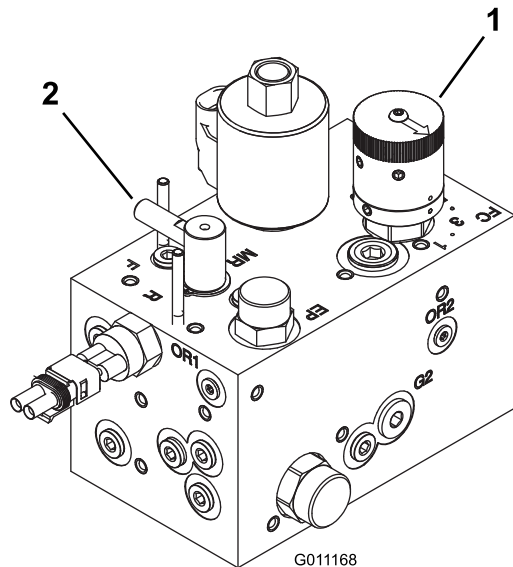

Figura 78
3. Ruotate il controllo lappatura nella posizione di lappatura (R). Girate il comando di velocità dei cilindri in posizione 1 (Figura 78).